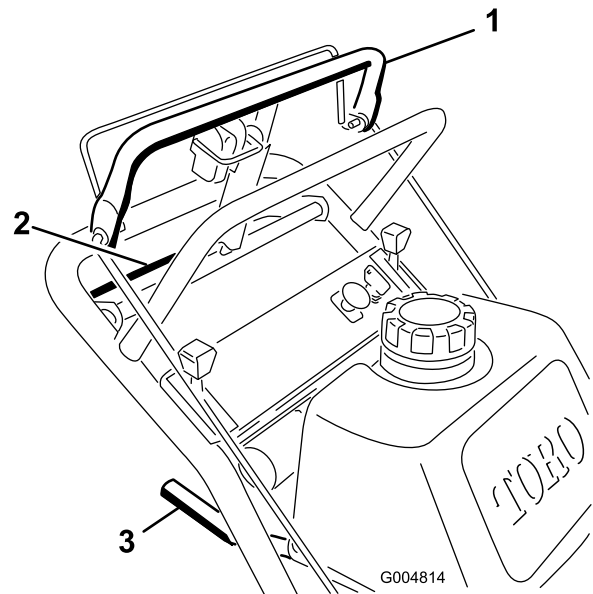

Figura 10
1. Para ir hacia adelante, mueva la palanca de cambio a una marcha hacia adelante (Figura 10).
3. Presione lentamente la barra de control superior para ir hacia adelante (Figura 10).
Para ir en línea recta, aplique la misma presión a ambos extremos de la barra de control superior (Figura 10).
Para girar, libere la barra de control superior en el sentido en que desea girar (Figura 10).
3. Apriete lentamente la barra de control inferior y el manillar para ir hacia atrás (Figura 10).
7. Al mismo tiempo, engrane la barra de control inferior y levante el manillar para pasar el bordillo (Figura 10 y Figura 11).
4. Al mismo tiempo, engrane la barra de control inferior y levante el manillar inferior (Figura 10 y Figura 11).